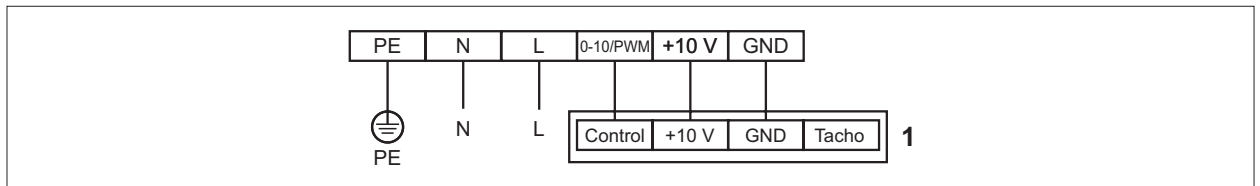

Abb. 6.1 Schaltplan Stufenlosen Drehzahlsteller 0 - 10V
- ▶ Abb. 6.1 Schaltplan Stufenlosen Drehzahlsteller 0 - 10 V beachten.